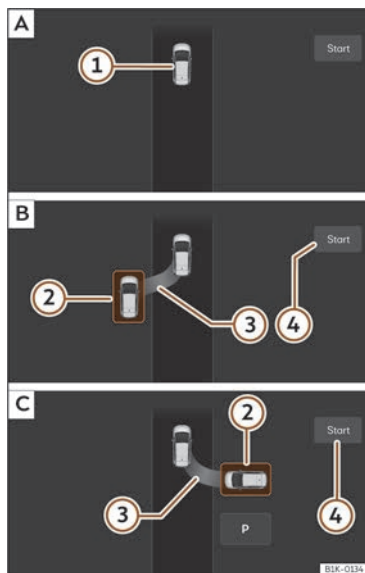

Fig. 145 A la pantalla del sistema d'Infotainment **A**: Cercar un espai d'aparcament. **B**: Posició per aparcar en línia. **C**: Posició per aparcar en bateria.
- Mireu la visualització de la pantalla del sistema d'Infotainment si s'ha detectat l'espai en qüestió com a "apropiat" i si s'ha arribat a la posició correcta per aparcar-hi >>> **fig. 145 B** o **C**. Atureu el vehicle, seguiu les instruccions que mostra Infotainment.
- Atureu el vehicle, trepitgeu el fre i, després d'una breu pausa, premeu la tecla **Iniciar** ④ al sistema d'Infotainment.